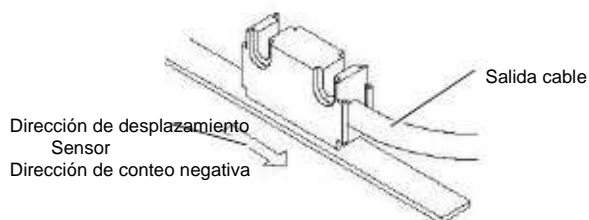
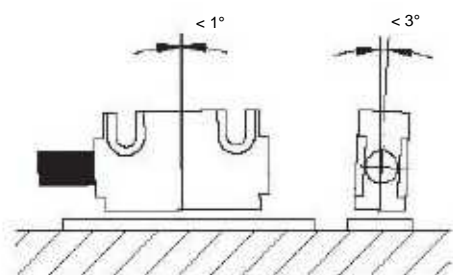

Fig.6-5: Definición de dirección de conteo
Fig.6-7: Desviación máx.
- El sensor no ha sido alineado según las □ □ Fig.6-5: y □ □ Fig.6-7: